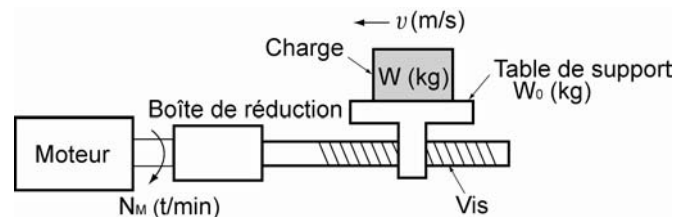

Figure 7.7 Déplacement horizontal d'une charge
On suppose que le modèle de configuration mécanique est simplifié comme le montre la figure 7.7. Si la masse de la table de support est  $W_0$  (kg), la charge est  $W$  (kg), et le coefficient de friction de la vis est  $\mu$ , la force de friction  $F$  (N) est alors exprimée comme suit, ce qui est égal à une force requise pour entraîner la charge :
Supposez une table de support entraînée par un moteur comme le montre la figure 7.7. Si la vitesse de la table est  $v$  (m/s) lorsque la vitesse du moteur est  $N_M$  (t/min), une distance équivalente de l'axe de rotation est égale à  $60 \cdot v / (2\pi \cdot N_M)$  m. Le moment d'inertie de la table et de la charge à l'axe de rotation est calculé comme suit :